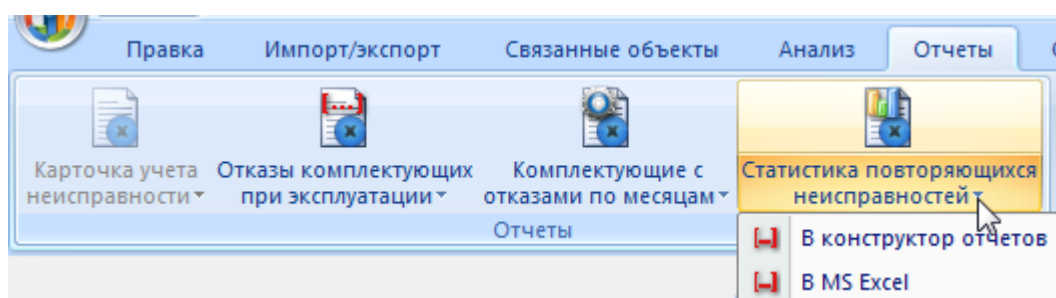

Рис. 13-335 – Вкладка «Отчеты»
- 2) Открыть вкладку «Отчеты» в рабочем окне «Отказы» и выбрать наименование отчета и нажать «Статистика повторяющихся неисправностей» (рис. 13-335).